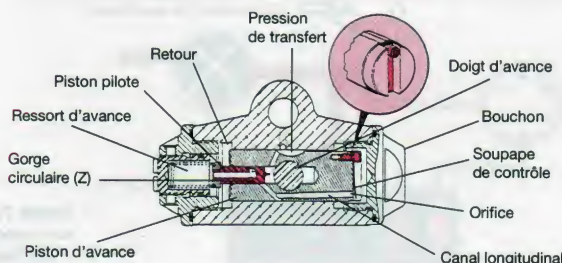
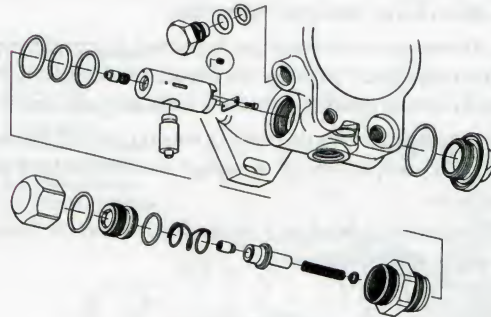

Figure 70.4. Avance « servo-compact »
Figure 70.5. Constituants du système de servo-avance de type II (Doc. Stanadyne)
Ce mouvement permet la mise en communication de la pression avec le canal longitudinal, le soulèvement de la *soupape de contrôle* (**fig. 70.4**) et le déplacement du piston d'avance (**fig. 70.5**) vers la gauche également (modification du point d'injection) jusqu'à une nouvelle position stable (fermeture du canal, par le « piston pilote »).
Avance décroissante : la chute de *pression de transfert* permet le déplacement vers la droite du « piston pilote », l'évacuation du combustible vers le retour étant assurée par la communication de la gorge circulaire (Z) et l'orifice central du « piston pilote » (fig. 70.4) avec le canal longitudinal.